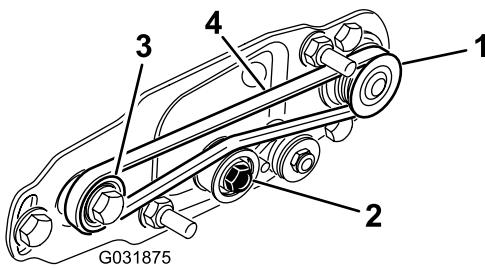

Figura 24
- Coloque la correa alrededor de la polea **motriz** y luego por encima de la polea tensora (Figura 24).
- Empiece a colocar la correa en la polea **arrastrada** (Figura 24).